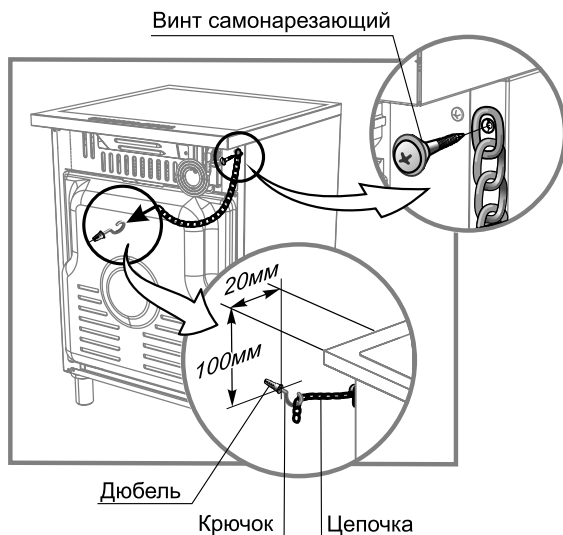

Рис. 26
Разметку для монтажа предохранительной цепочки в плитах 6760 смотри рис.26.
- Установите плиту на рабочее место и произведите разметку отверстия под дюбель согласно рис.26.